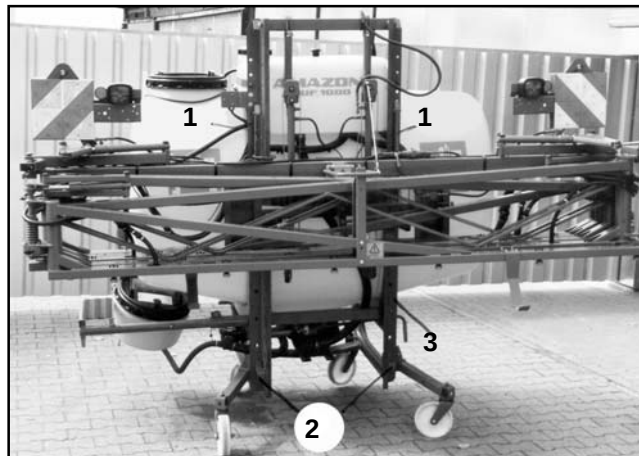

Fig. 8.5
- Begge firkantprofilrør (Fig. 8.5/ 1) skubbes så højt som muligt op med hånden og låses fast ved at stille stopementerne (fig. 8.5/ 2) på højkant på bomrammen (fig. 8.5/ 3).
- Stopelementerne (fig. 8.5/2) sættes længere ned på bomrammen (fig. 8.5/3).